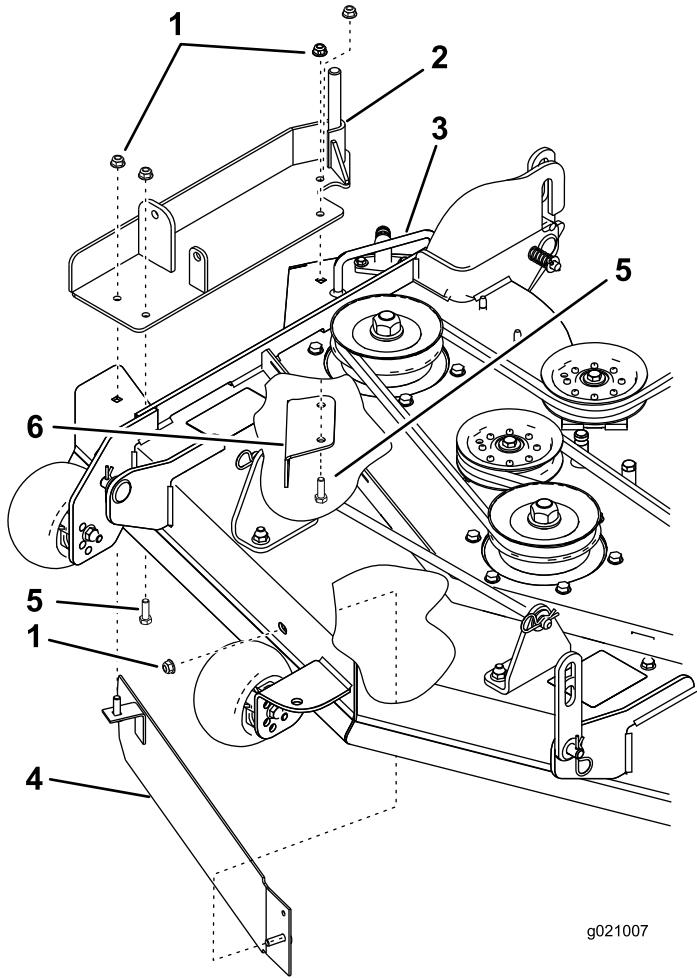

Figura 4
3. Instale el soporte del soplador y la placa deflectora existente en la parte superior de la carcasa de corte con 3 pernos (5/16 x 1 pulgada) y tres tuercas con arandela prensada (5/16 pulgada). Consulte en Figura 4 la posición correcta del soporte del soplador y la placa deflectora existente.
4. Usando el espárrago vertical del deflector, instale el soporte del soplador en la carcasa de corte con una tuerca con arandela prensada (5/16 pulgada) (Figura 4).
2. Instale el deflector en la parte delantera de la carcasa de corte con una tuerca con arandela prensada (5/16 pulgada) (Figura 4).